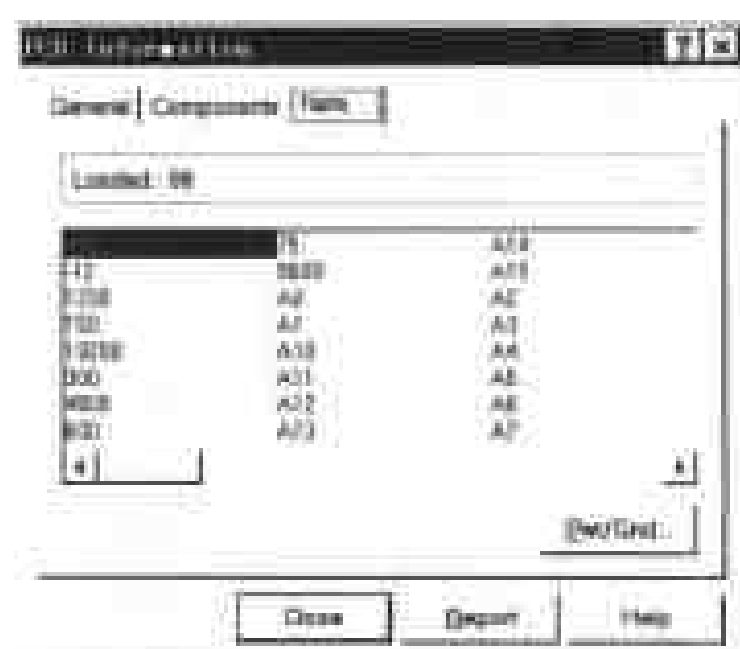

图 10-21 Nets 选项页
(3) Nets 选项页。该页如图 10-21 所示, 主要显示当前电路板的网络信息。